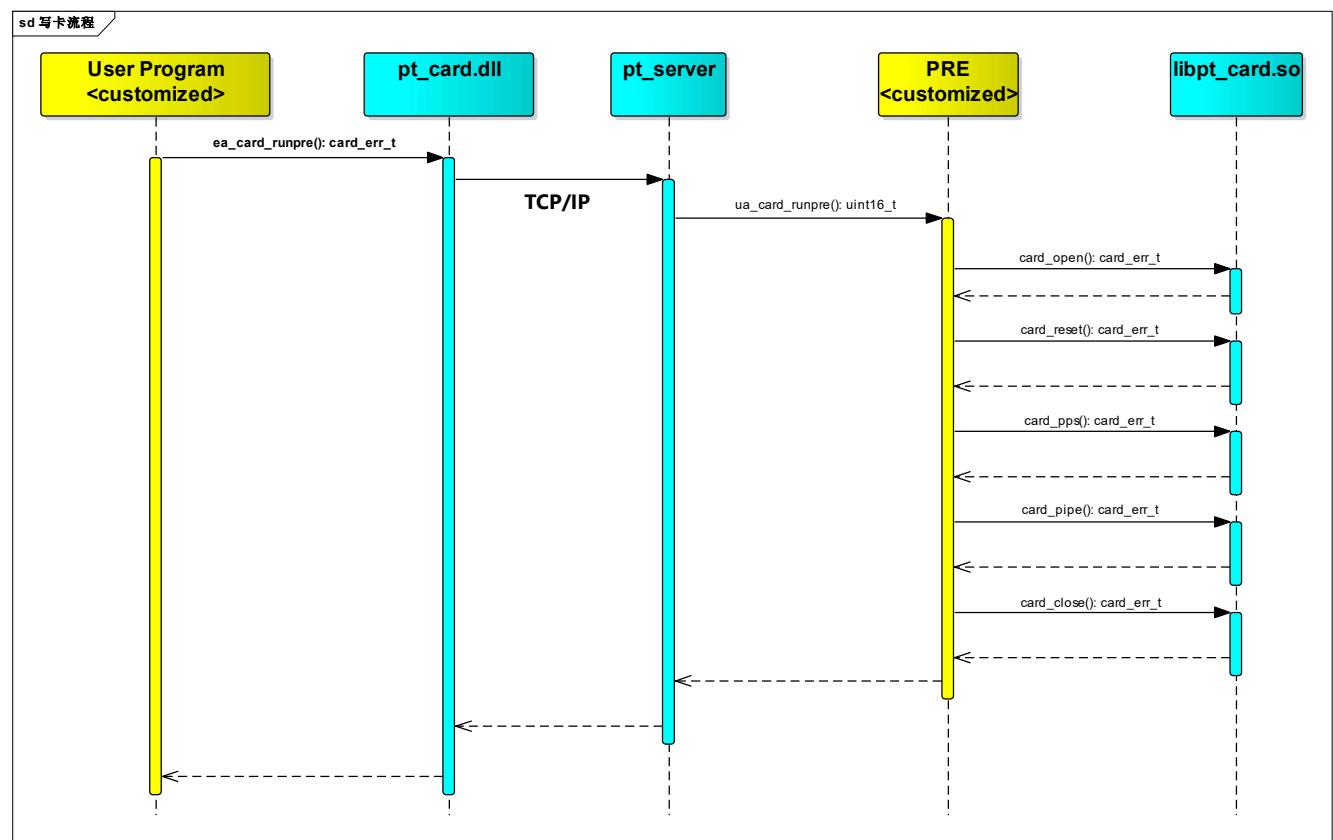

图 3.5 写卡流程
- 运行流程：用户程序通过调用 pt\_card.dll 的接口函数完成对芯片的个性化写入，如图 3.5 所示。